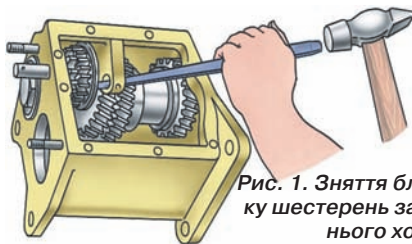

Рис. 1. Зняття блоку шестерень заднього ходу
4. Виверніть стопорний гвинт осі блоку шестерень і випресуйте вісь назад, знімаючи блок шестерень заднього ходу (рис. 1).